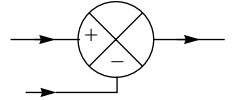

Figure 6 : comparateur soustracteur
**IV.A** - Représenter un schéma constitué d'un comparateur soustracteur et de blocs, en faisant apparaître les grandeurs  $x$ ,  $v$ ,  $c$  et  $u$  et en indiquant les fonctions de transfert de chaque bloc opérateur. Le comparateur soustracteur sera représenté par le schéma de la figure 6.